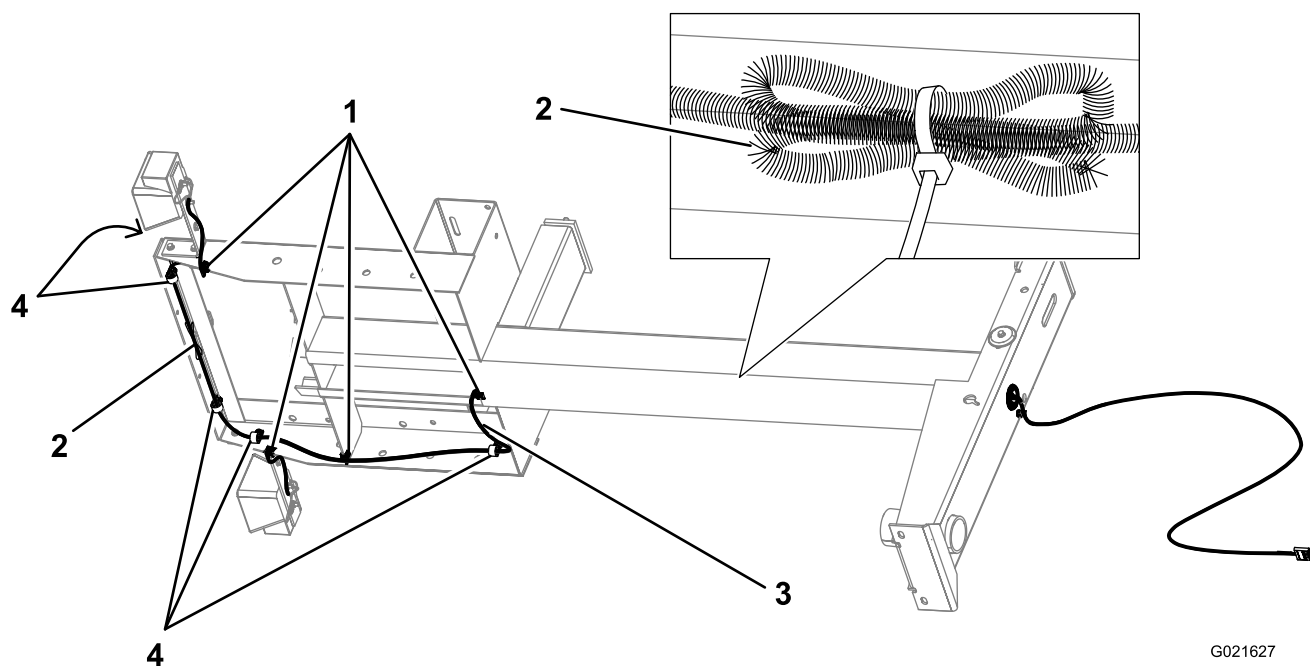
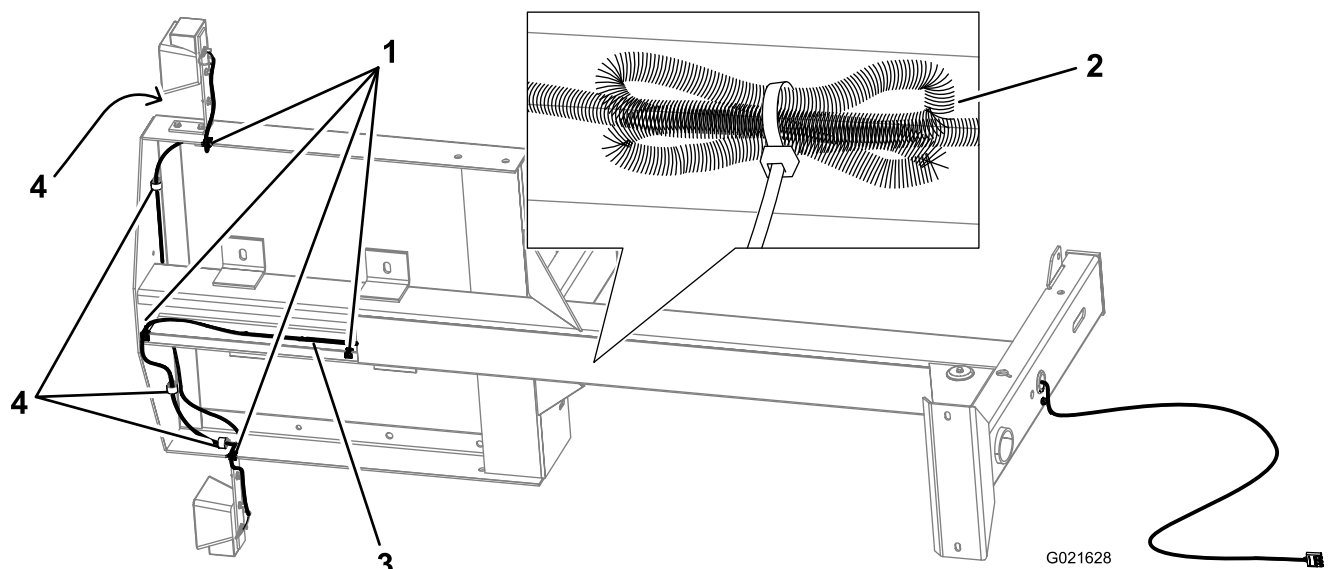

Figure 7
Figure 8
3. Acheminez le faisceau de câblage comme montré à la Figure 4, Figure 7, ou Figure 8, selon le modèle.